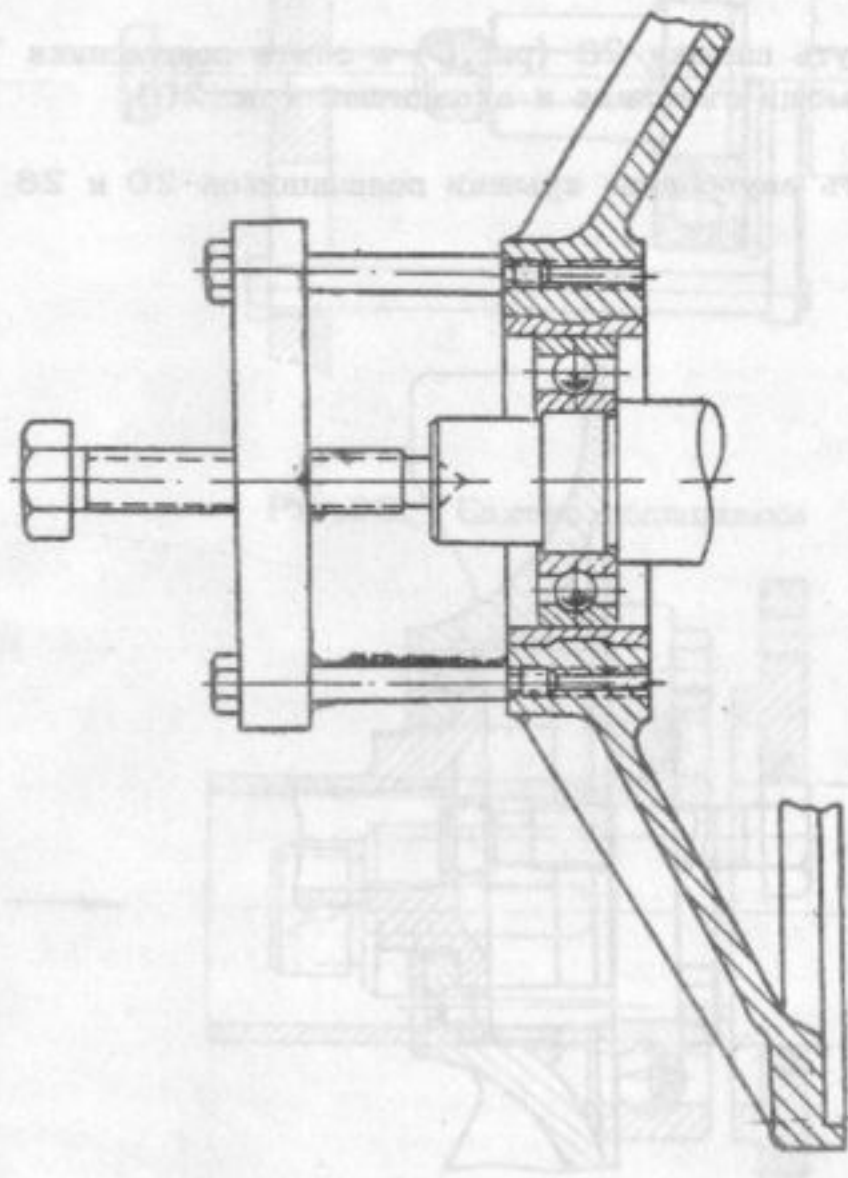

Рис.18. Снятие подшипникового шита
2. Отвернуть болты 21 и снять крышку подшипника 22. Отвернуть болты 15 и съемником (рис.18), снять шит 14 (рис.5) с подшипника 23.
1. Отвернуть болты 5 и снять крышку подшипника 6; снять подшипниковый щит 4 с подшипника 7 съемником (рис.18).